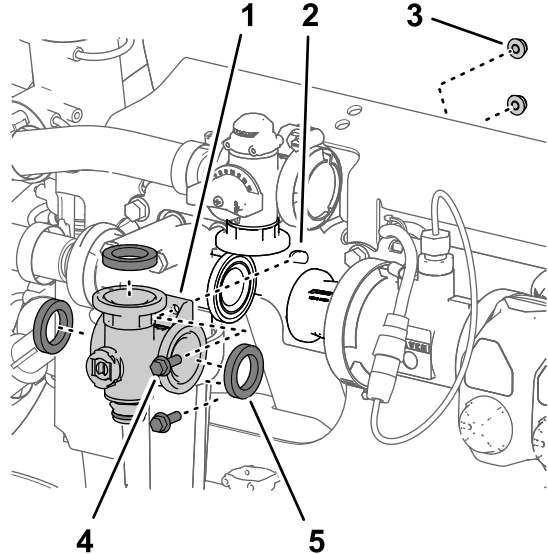
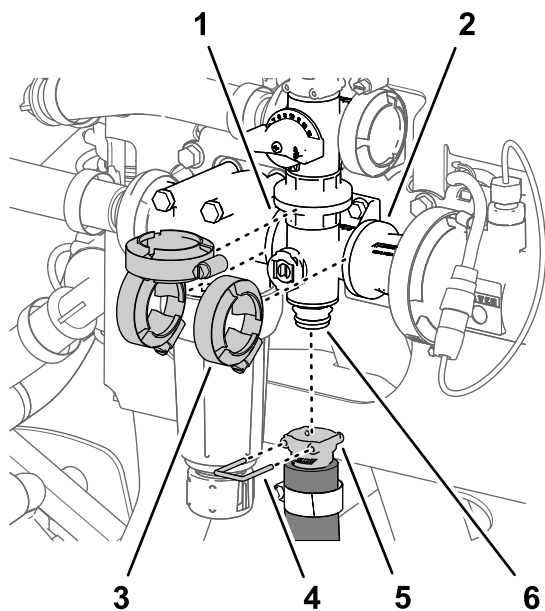

Bild 116
Bild 117
1. Fluchten Sie den Flansch des Rührwerkventilverteilers und drei Dichtungen mit den Flanschen des Rührwerksicherheitsventils, des Druckfilterkopfs und dem Kupplungsadapter aus (Bild 116 und Bild 117).
2. Befestigen Sie den Rührwerkventilverteiler mit drei Flanschklammen, die Sie in Entfernen des Rührwerkverteilterventils \(Seite 81\) entfernt haben, lose am Rührwerksicherheitsventil, am Druckfilterkopf und am Kupplungsadapter (Bild 117).
5. Ziehen Sie die drei Flanschklammen mit der Hand an (Bild 117).
6. Befestigen Sie die Schnellkupplung des Rührwerkschlauchs mit dem Schnellkupplungsstift am Schnellkupplungsanschlussstück des Rührwerkventilverteilers (Bild 117).